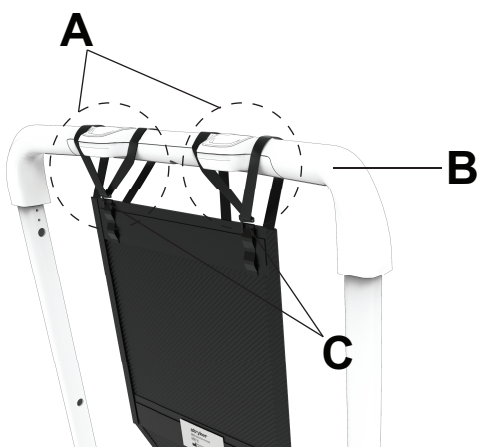

Figura 31 – Atașați curelele la bara de prindere
2. Înfășurați cureaua suportului pentru cap din stânga (A) în jurul părții stângi a barei de prindere (B). Cureaua trebuie să încadreze ambele părți din partea stângă a butonului PORNIRE. Prindeți cârligul (C) de bucla de pe suportul pentru cap pentru a fixa cureaua în jurul barei de prindere (Figura 31).